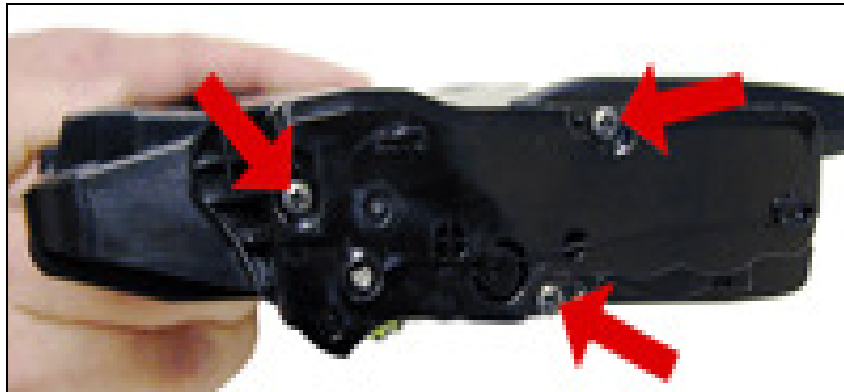

Figura 3
- 2) En el lateral opuesto sacar los tres tornillos Ver figura 3